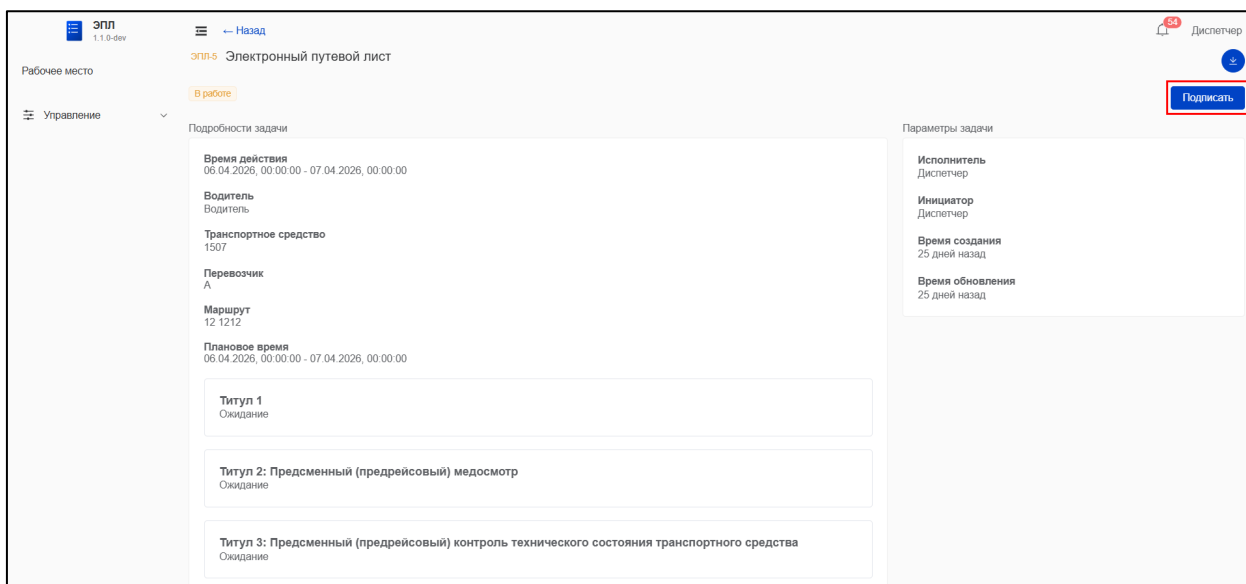

Рисунок 13 – Кнопка «Подписать» в интерфейсе с ЭПЛ
2) Открыть задачу с ЭПЛ, нажав по ней. В открывшемся интерфейсе с ЭПЛ нажать кнопку «Подписать» (Рисунок 13).